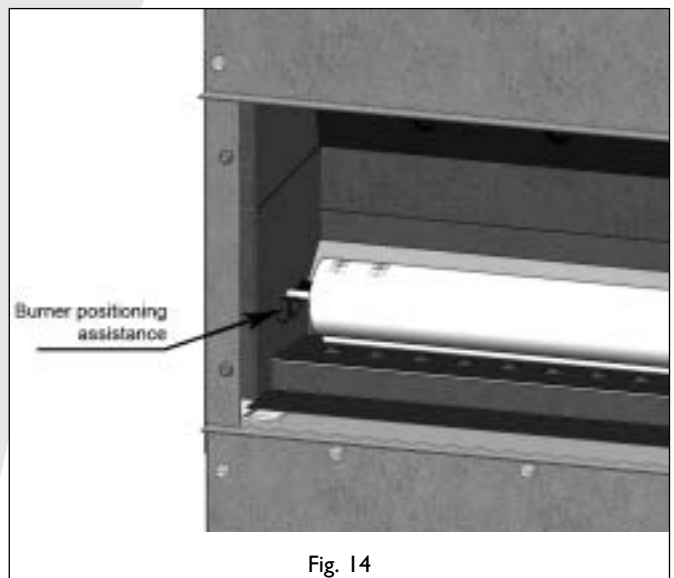

Fig. 14
- Plaats de pen aan het uiteinde van de branderbuis op de V; zie Afb. 14;